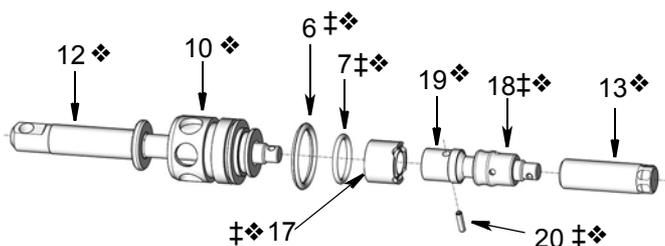

FIG. 21
5. Coloque el sello de admisión (17†❖) en la varilla de pala (12❖) (FIG. 21).
7. Limpie las roscas de la varilla de pistón (19❖) y la varilla de alineación (13❖) con disolvente para preparar la aplicación del sellador de roscas (FIG. 21).
- Tal vez resulte más sencillo juntar las dos piezas si se sujeta la varilla de pistón en un torno de banco. Al sujetar la varilla en un torno de banco, tenga cuidado de no apretarlo demasiado o podría dañar la varilla o arañar su superficie exterior. Sujete solo sobre la superficie embutida de la varilla de pistón (19).
- Si usa un torno de banco para que la varilla no gire al apretar las dos piezas, introduzca un pasador que sea más largo que el pasador del resorte (20) por los orificios de los pasadores.
9. Enrosque la varilla de pala (12❖) en la varilla de pistón (19❖). Apriete hasta alinear los orificios de los pasadores en cada varilla (FIG. 21).
10. Meta el pasador del resorte (20†❖) por los orificios alineados en el Paso 6 (FIG. 21).